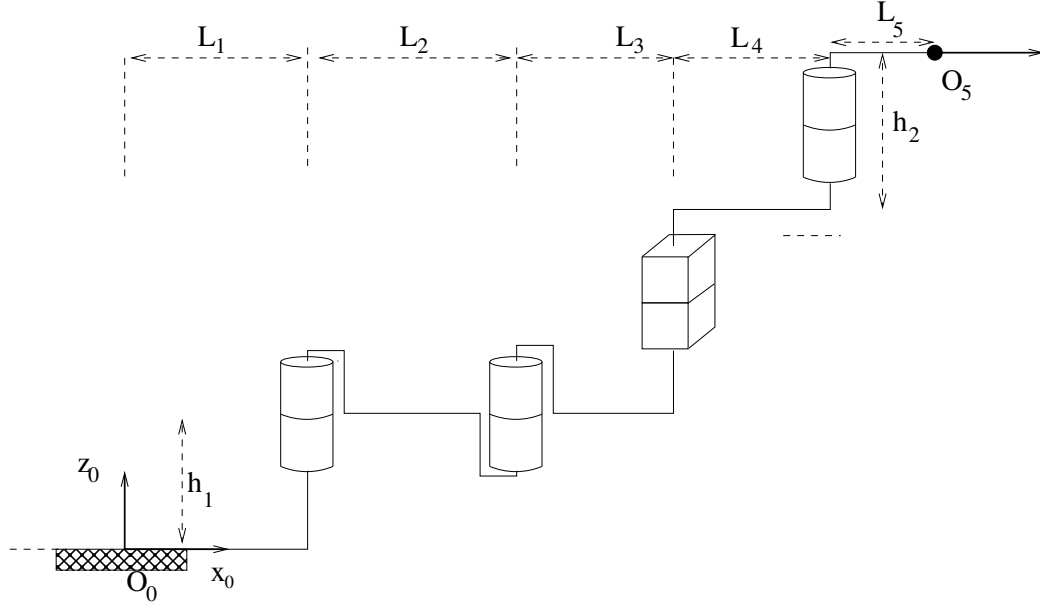

FIGURE 2 – Configuration figure du robot RRPR
On considère un robot série *RRPR* possédant quatre liaisons lui permettant de déplacer son organe terminal dans l'espace 3D (voir figure 2).
- Déterminer les paramètres de DHM associés au placement des repères (figure 2).